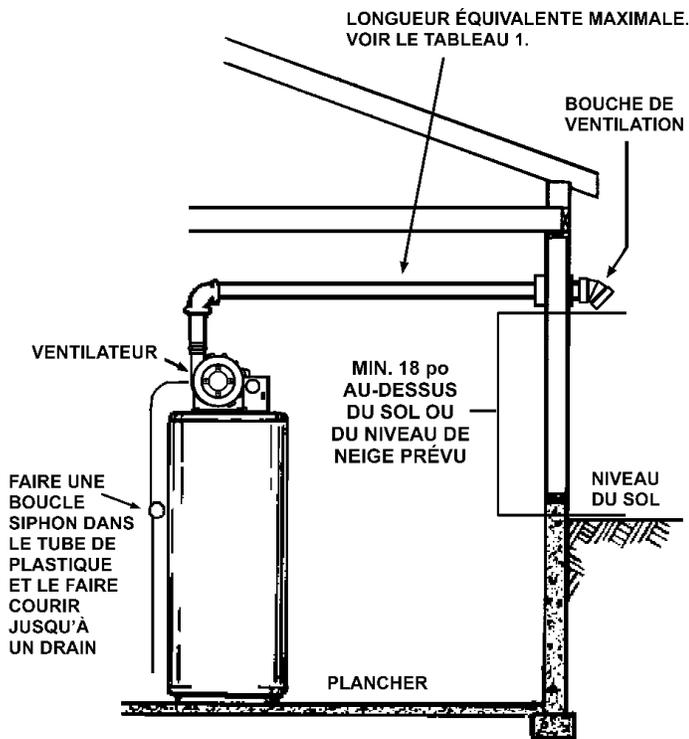

FIGURE 20
1. La bouche de ventilation doit dépasser le toit et le niveau de neige prévu d'au moins 18 po (46 cm) pour éviter qu'elle ne soit bloquée (fig. 20 et 21).